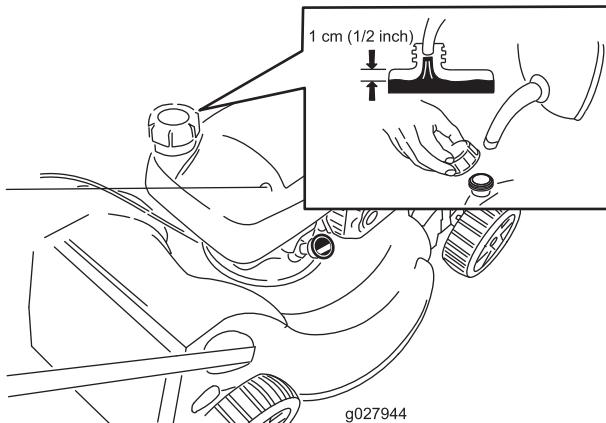

Figure 15
- Nettoyez la surface autour du bouchon du réservoir de carburant et enlevez le bouchon (Figure 15).